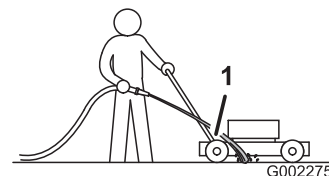

Bild 29
3. Halten Sie den Wasserschlauch auf Bügelhöhe und richten Sie den Wasserstrahl unmittelbar vor dem rechten Hinterrad auf den Boden (Bild 29).